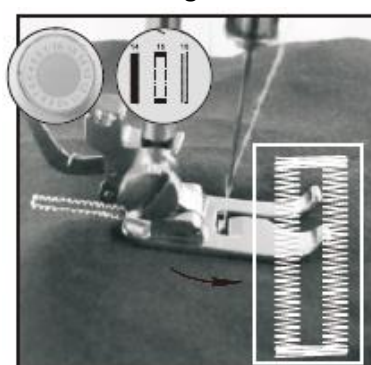

Fig.19
- 6) Kies de 16e steek, schakel het apparaat dan in en naai totdat het knoopsgat voltooid is (Fig.19).